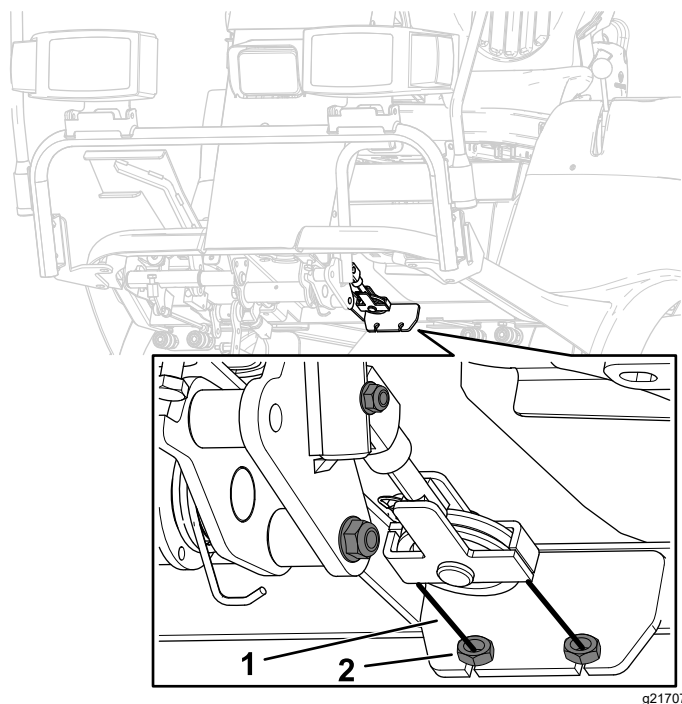

Figura 87
3. Dacă este necesară reglarea, slăbii contrapiuliile din față i din spate de pe fiecare parte a cablurilor de frână (**Figura 87**).